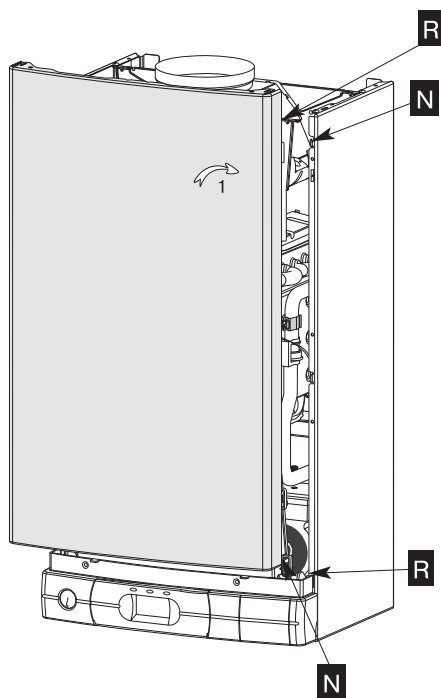

Рис. 13
- приложите переднюю панель к котлу (рис. 13);